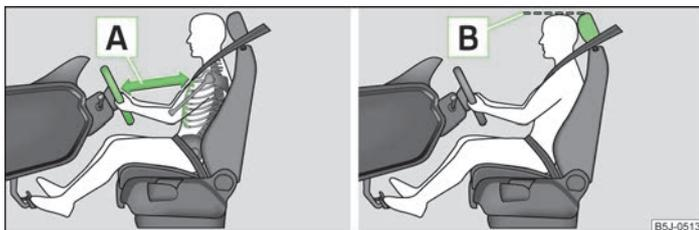

Fig. 93 Distancia correcta del conductor al volante/Ajuste correcto del reposacabezas
- Ajustar el volante de tal modo, que la distancia **A** » fig. 93 entre el volante y el esternón sea, como mínimo, de 25 cm.
- Ajustar el reposacabezas de tal modo, que el borde superior **B** » fig. 93 de la página 105 » página 105 del mismo se encuentre dentro de lo posible a la misma altura que la parte superior de su cabeza.
- Ajustar el reposacabezas de tal modo, que el borde superior **B** » fig. 93 de la página 105 » página 105 del mismo se encuentre dentro de lo posible a la misma altura que la parte superior de la cabeza.